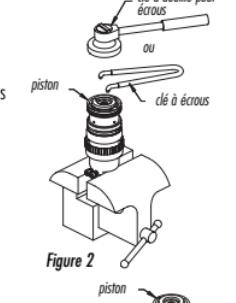

Figure 1
- Dégonfler l'amortisseur et serrer l'extrémité valve de l'amortisseur dans un étai à mordache en veillant à ne pas endommager l'œillet de l'amortisseur (Figure 1).